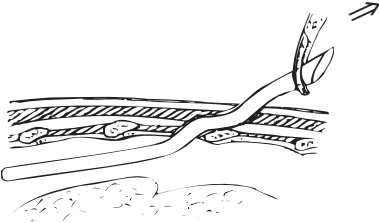

図 3
5. カテーテルのコネクター接続部をコッヘル鉗子で把持し、胸腔から引き出す。（図3）